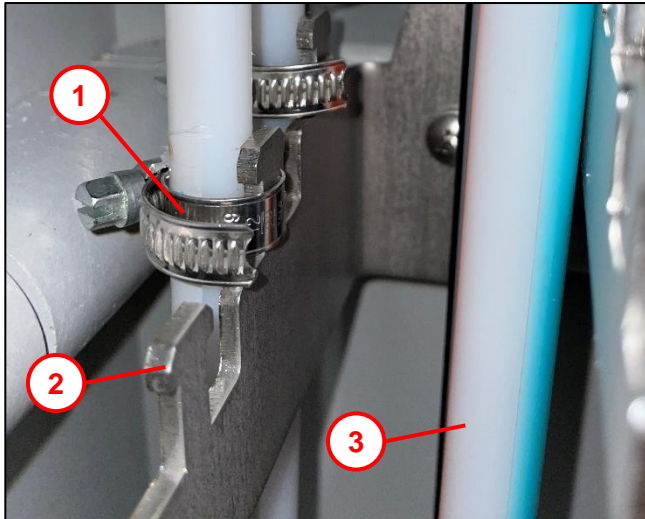

Abb. 18
- Die Mikrorohre soweit in den Schrank einführen, dass eine Mehrlänge von ca. 60 mm oberhalb der Klammer (1) vorhanden ist um Abdicht- und Beschriftungselemente sowie Kennzeichnungsschilder anbringen zu können.
- Für Zugang (2), Schlauchschellen im Sockel befestigen, Anzugsmoment: 1,5-2Nm (siehe Abb. 18).